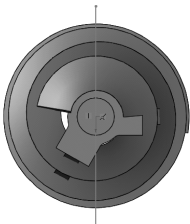

图 14-62 草图绘制 2
- 13) 单击下视基准面，使其处于被选择状态。单击【标准视图】工具栏中的（正视图）按钮，并单击【草图】工具栏中的（草图绘制）按钮，进入草图绘制状态。单击【草图】工具栏中的（直线）按钮，绘制草图，如图 14-62 所示。